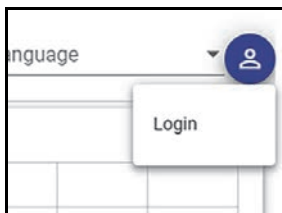

Figura 5-2 Icona di accesso da supervisore
1. Cliccare l'icona nell'angolo in alto a destra della schermata (vedi Figura 5-2 a pagina 72).